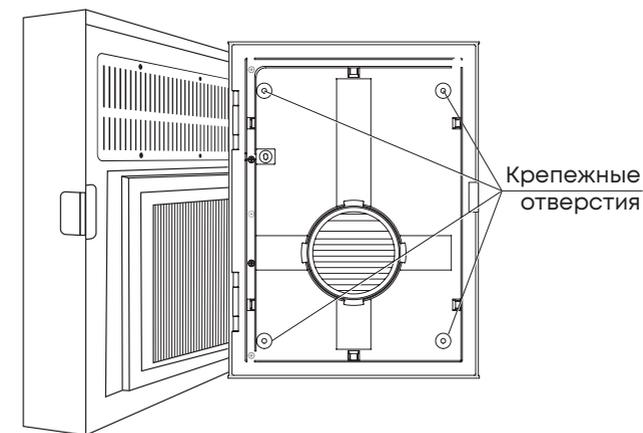

Рис. 5.
- Закрепите прибор на стене с помощью 4 шурупов, используя отверстия, отмеченные на Рис. 5.